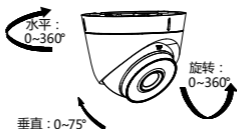

图3-8 角度调节
**步骤6** 调节角度：本系列摄像机支持三轴调节功能，根据 DVR 预览画面，通过旋转固定罩和球体来调节摄像机的角度，将画面调整到所需监控的场景，可调范围如图 3-8 所示。